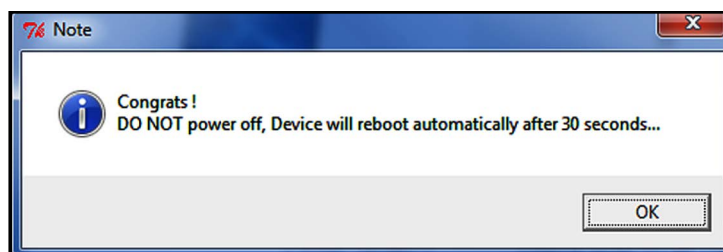

図 37：再起動メッセージ
3. upgrade.exe ファイルをクリックしてアップデートソフトウェアを実行します（以下の図 37 を参照）。PC へのソフトウェアのインストールは不要です。